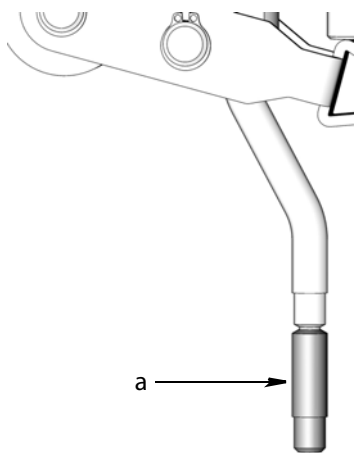

Рис. 2
- a. Проверьте длину трубы всасывания. Если она слишком длинная и не помещается в резервуар, отломите нижнюю часть трубы (а) (Рис. 2) с помощью плоскогубцев.